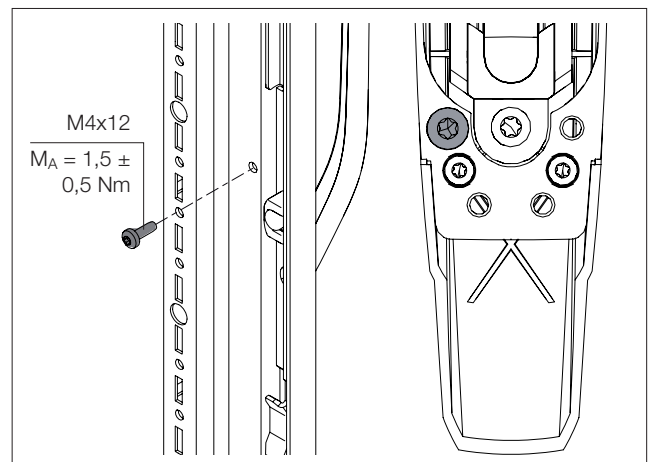
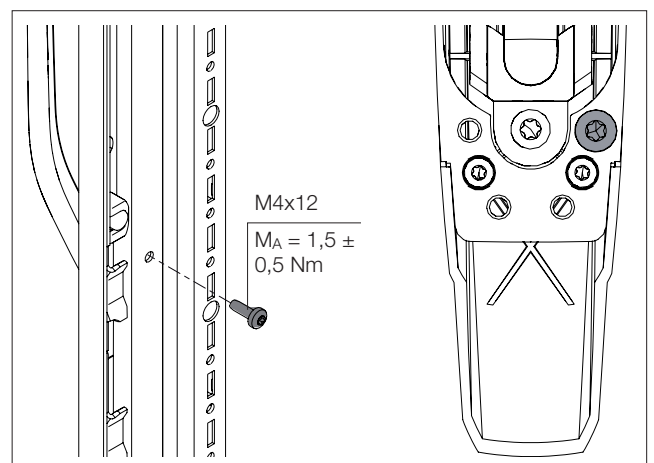

Abb. 9: Verschrauben des Komfortgriffs (Rechtsanschlag)
Abb. 10: Verschrauben des Komfortgriffs (Linksanschlag)
- Verschrauben Sie den Komfortgriff mit der Stahlblechtür je nach Anschlagposition (Abb. 9 bzw. Abb. 10,  $M_A = 1,5 \pm 1 \text{ Nm}$ ).